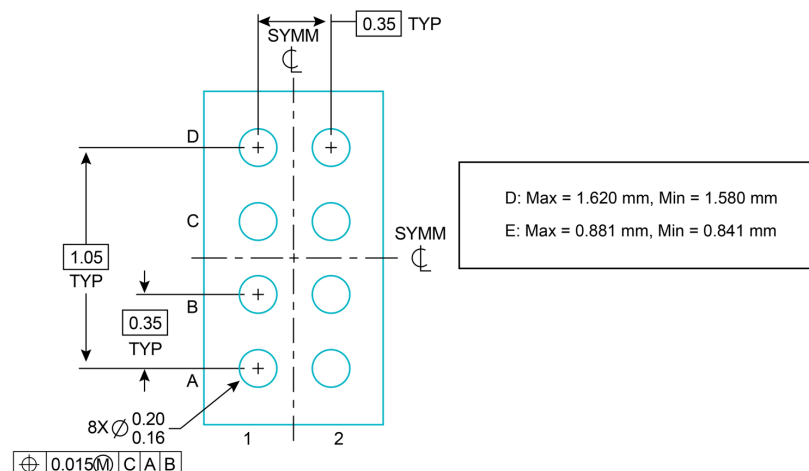

図 2. MSPM0C1104 8 ボール WCSP パッケージ図 (公称寸法 1.50 x 0.86mm、厚さ 0.35mm)
- **ウェハーレベルチップスケールパッケージ (WCSP)**。これらのパッケージは、他のパッケージタイプと比較して最小のフォームファクタを提供します。シリコンに直接接続されたはんだボールのレイアウトにより、パッケージサイズはシリコンダイと同じになります (詳細は図 2 を参照)。 1.38mm^2 のスペースに 8 個のはんだボールを収めることで、1 平方ミリメートルあたりの機能統合が実現できます。また、MSPM0C1104 は 競合製品と比較して 38% 小さい WCSP パッケージでも利用提供されており、世界最小の MCU となっています。